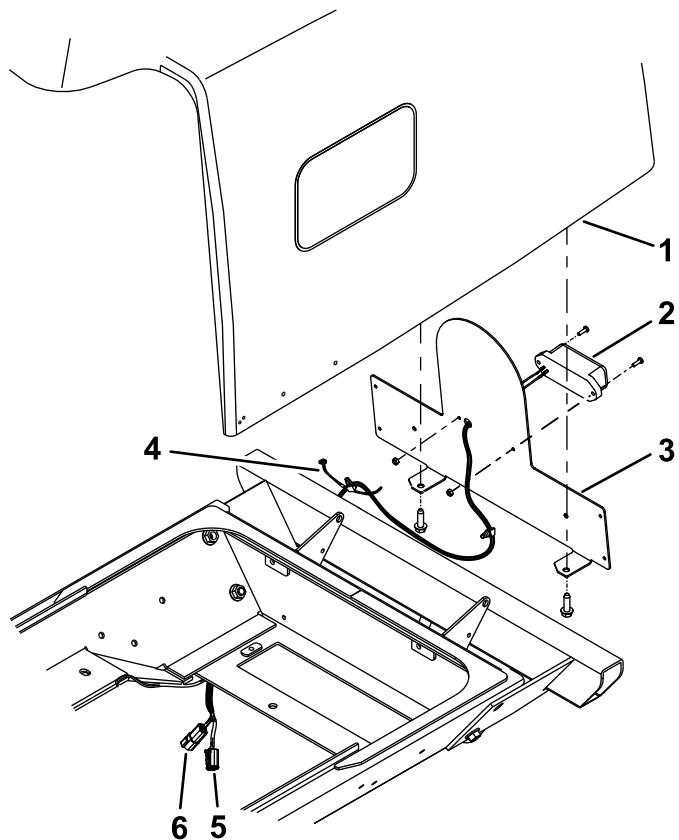

Figura 19
11. Collegate il cablaggio preassemblato della luce della targa come segue (Figura 19):
preassemblato della luce della targa (Figura 19).
12. Fissate i fili al telaio con la fascetta per cavi e la clip di cablaggio (Figura 19).